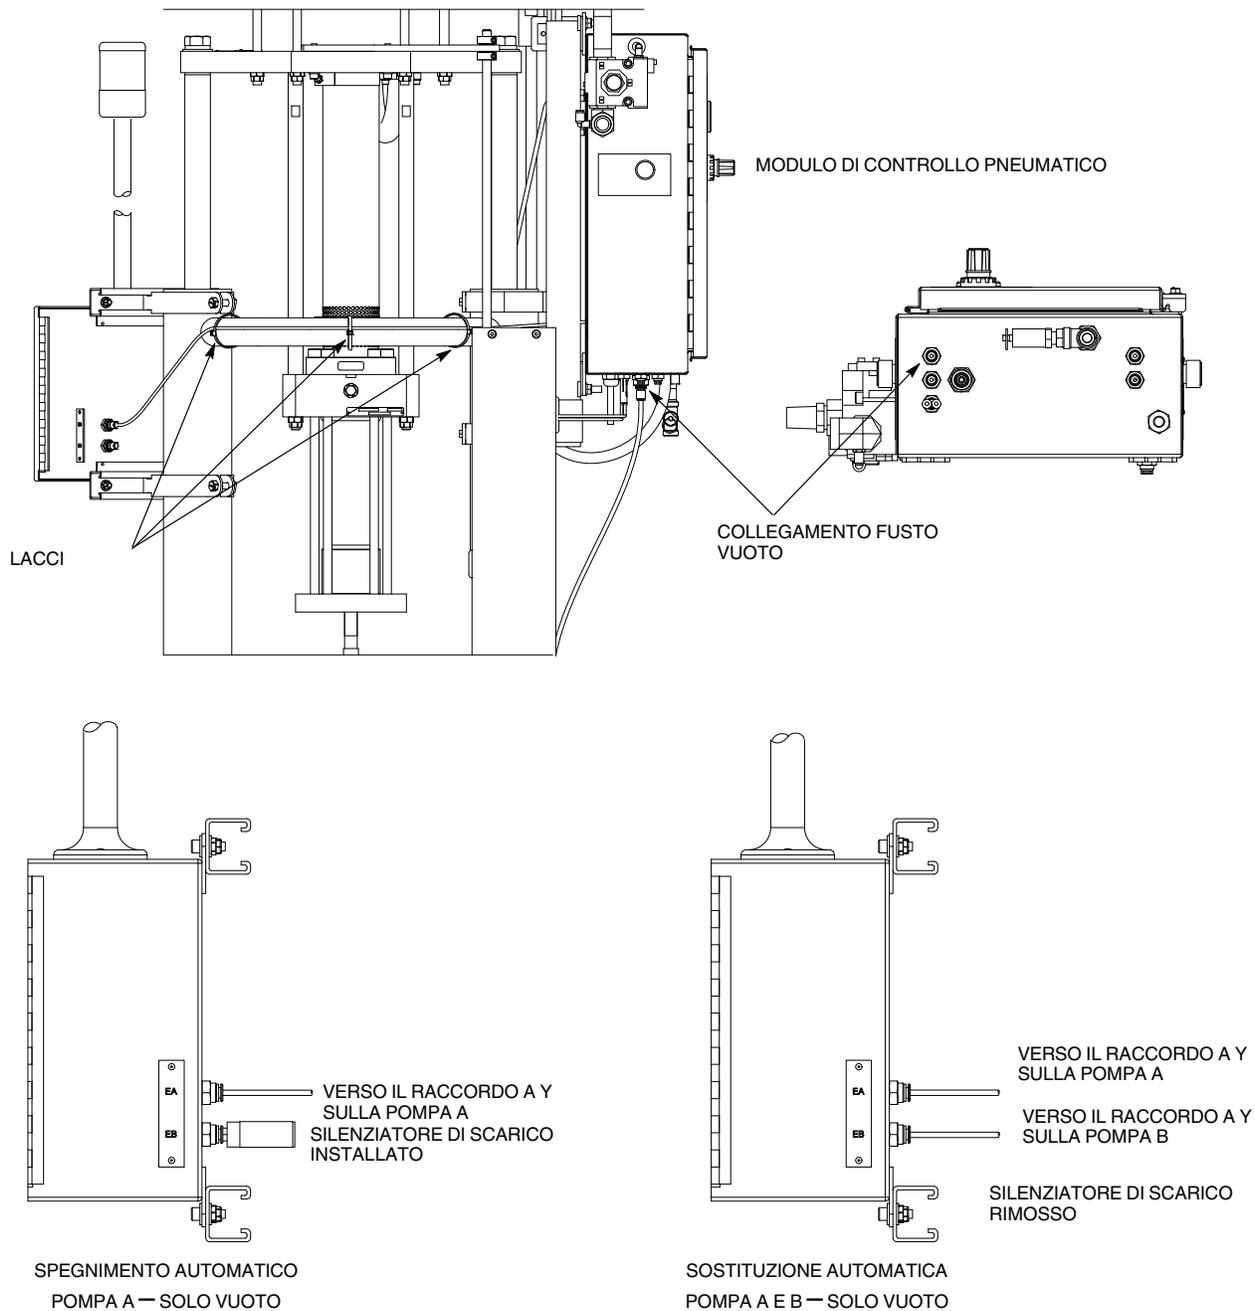

Figura 2 Collegamenti del tubo
1. Vedi figura 2. Togliere il tubo esistente dal collegamento del fusto vuoto sul modulo di controllo pneumatico. Installare il raccordo a Y fornito e ricollegare il tubo.